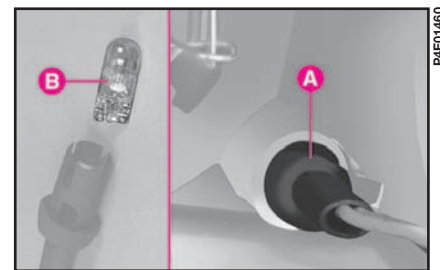

рис. 15
2) Слегка повернув патрон **A** (рис. 15), чтобы он легче выходил из гнезда, извлеките его, затем извлеките из патрона лампу **B**.